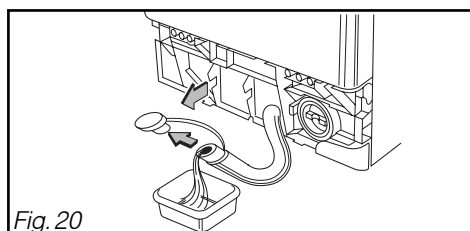

Fig. 20
- Si votre appareil en est muni, sortez le tuyau de purge en décollant le bouchon du socle (Fig. 20).
- Ouvrez le bouchon à l'extrémité du tuyau et laissez l'eau s'écouler dans le récipient (Fig. 20).